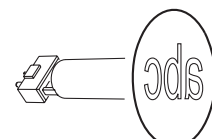

Bild 19. Gobo-Orientierung
Die in Bild 19 angegebenen Orientierungen sind in den meisten Fällen zutreffend. Wenden Sie sich an Ihren Martin-Händler oder den Gobohersteller, wenn Sie Zweifel bezüglich der korrekten Orientierung eines bestimmten Gobotyps haben.
Die richtige Gobo-Orientierung ist sehr wichtig. Befolgen Sie die Richtlinien (Bild 19) beim Einsetzen eines Gobos.
9. Legen Sie das neue Gobo in die Fassung. Die dem Leuchtmittel zugewandte Seite zeigt zur Haltefeder (siehe Bild 22 und Bild 19).